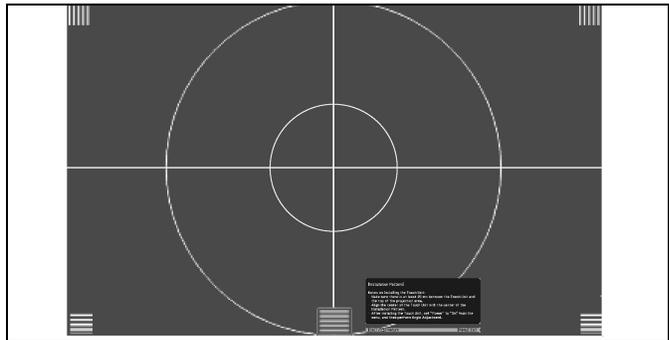

Figure 20
6. La disposition d'installation s'affiche sur l'image projetée. (Voir figure 20)
**REMARQUE :** Utilisez la marque centrale sur le bord supérieur de l'écran (bande rouge en haut de l'écran) pour l'aligner avec la ligne verticale du centre de la disposition. (Voir figure 20)